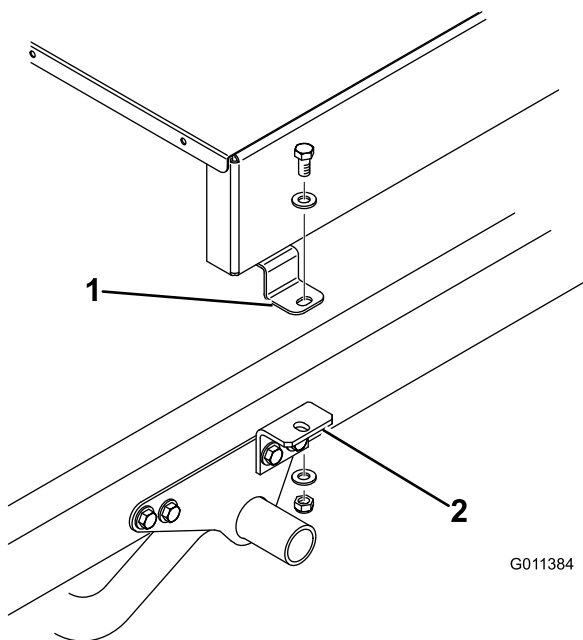
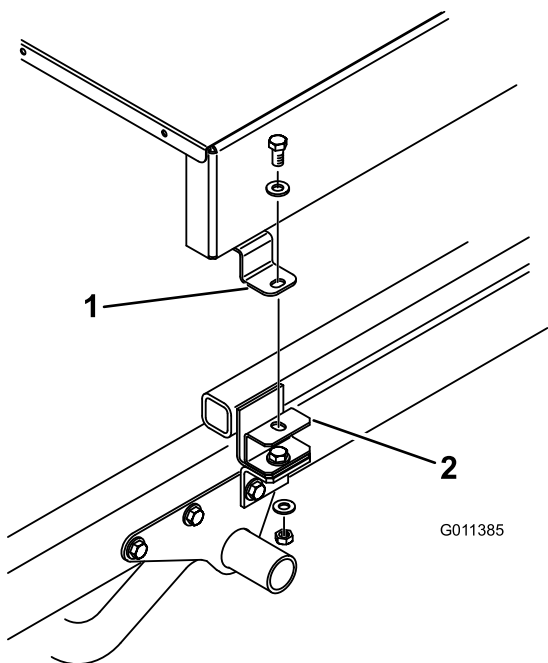

图9
图10
7. 用 1/2 x 1 英寸平头螺丝、2个扁平垫圈和锁紧螺母将各个附件支架的顶部图9或垫片安装架图10松松地固定到铺沙机各侧的安装凸耳上。拧紧所有紧固件。